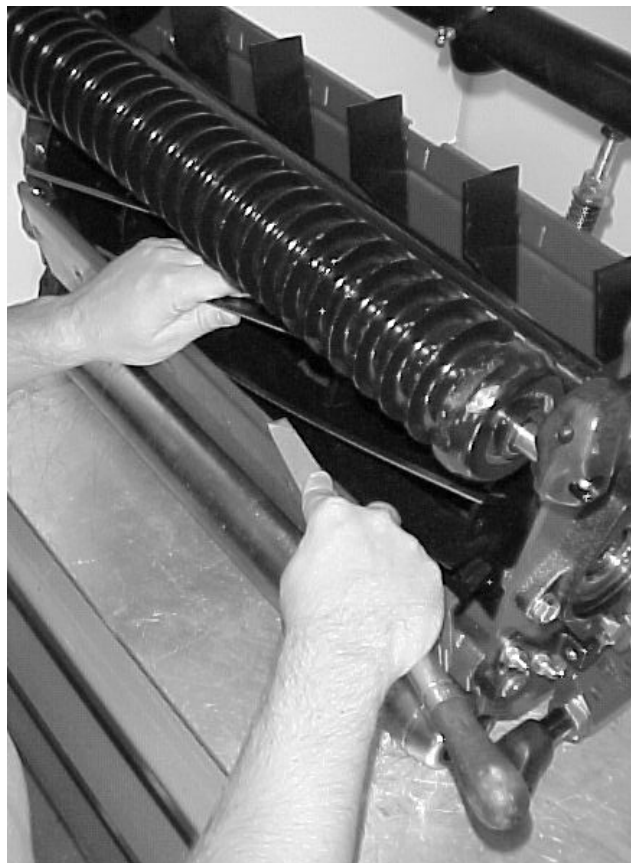

Bild 74
1. Wenn das Mähwerk ausreichend geschärft wurde, hat sich an der Vorderseite der Schnittkante ein Grat gebildet. Entfernen Sie diesen Grat vorsichtig mit einer Feile, ohne die Schnittkante stumpf zu machen (Bild 74).